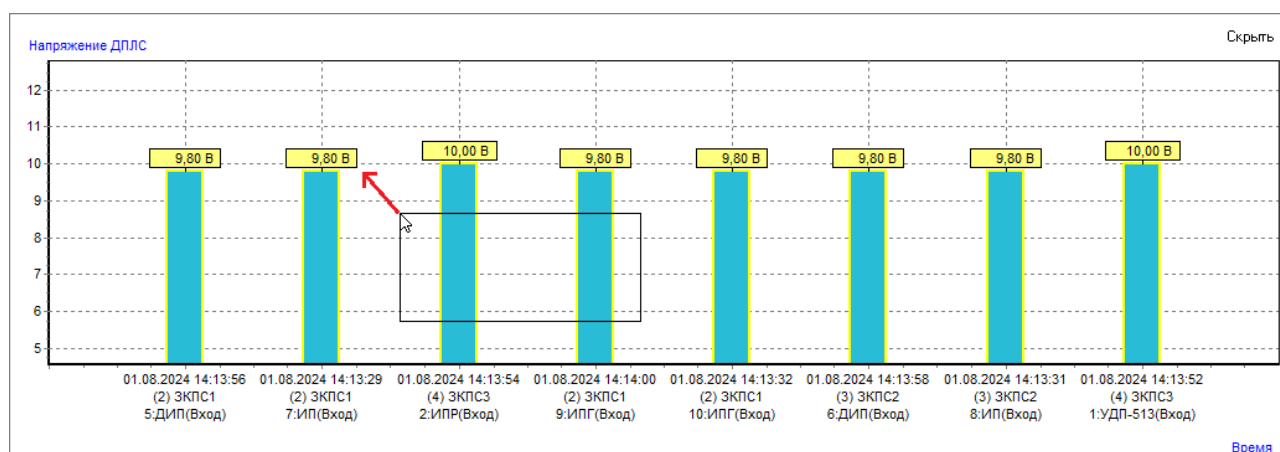

Рисунок 12-56 Сброс увеличения масштаба области диаграммы
- чтобы сбросить увеличение масштаба области, выделите в области построения диаграммы любую область по направлению слева-снизу вправо-вверх, справа-сверху влево-вниз или справа-снизу влево-вверх (см. Рисунок 12-56).